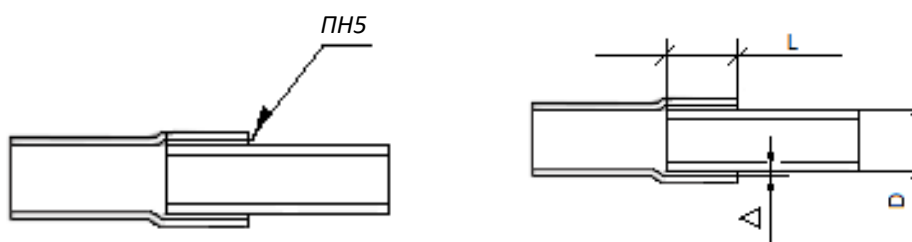

Рис.2.3
- Паянные соединения медных труб должны быть выполнены внахлест.(рис.2.3). Соединение встык не допускается.
- Длина сопряжения труб (L) должна быть не менее диаметра трубы (D), т.е $L \geq D$